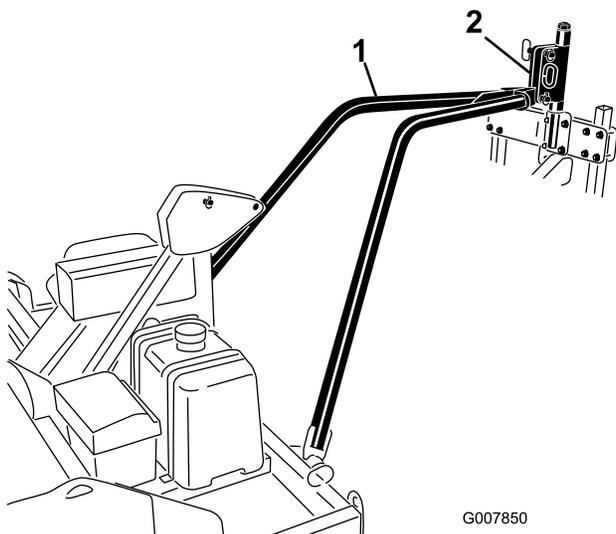

Figura 13
- Retire la cuerda de amarre y baje la placa de enganche del brazo de tiro sobre el enganche pivotante del aireador (Figura 13).